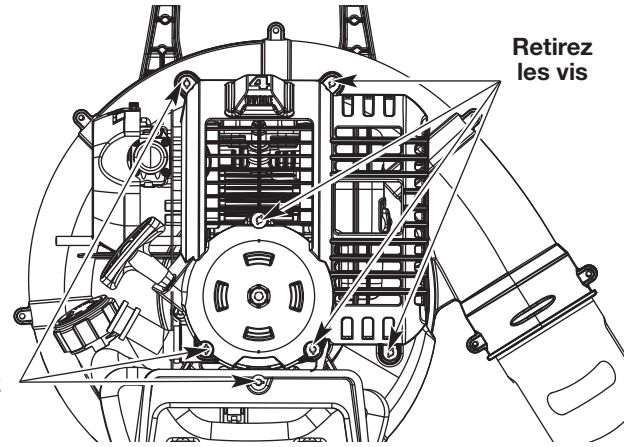

Fig. 27
- Enlevez les sept (7) vis du haut du couvercle du moteur à l'aide d'un tournevis à lame plate ou T-25 Torx® (Fig. 27).
- Déposez le couvercle du moteur (Fig. 27).
1. Arrêtez le moteur et laissez-le refroidir. Enlevez les sept (7) vis du haut du couvercle du moteur à l'aide d'un tournevis à lame plate ou T-25 Torx® (Fig. 27).